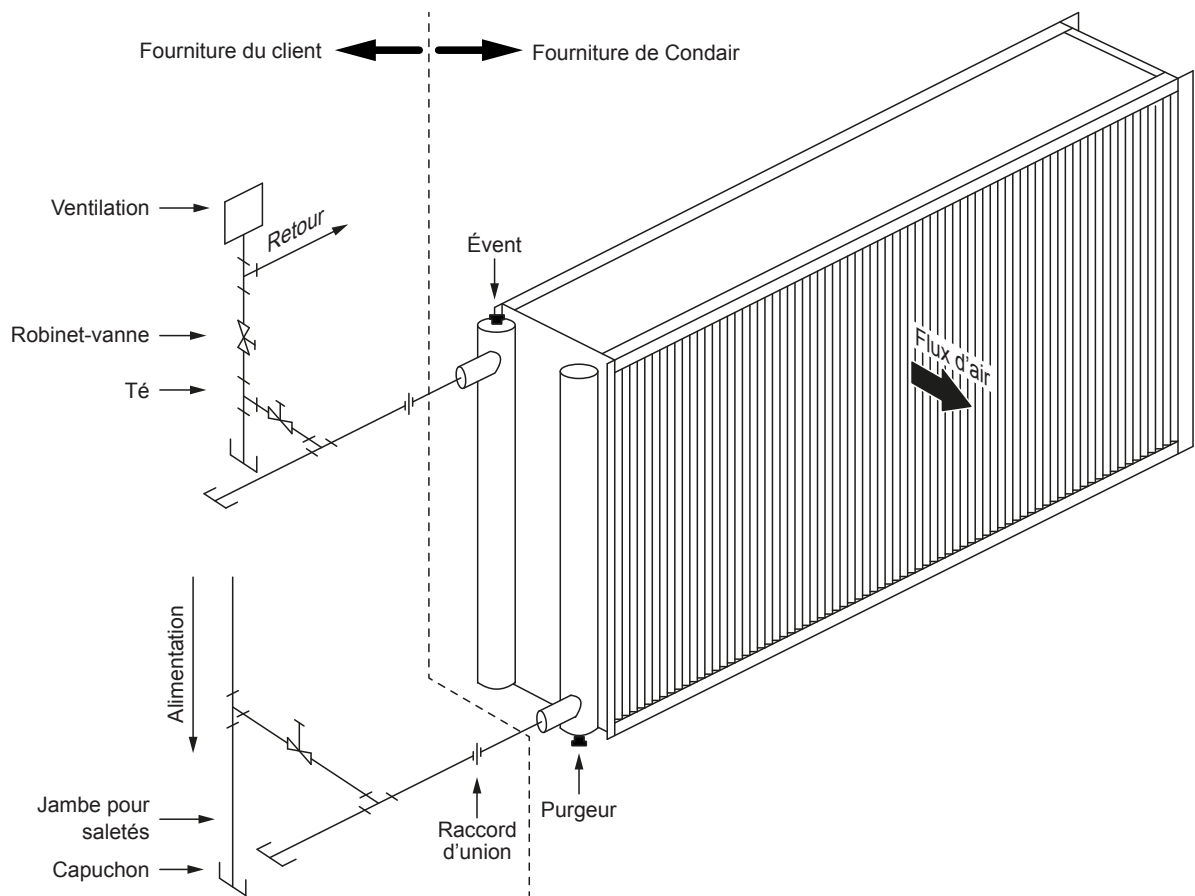

Fig. 18: Schéma de la tuyauterie du flux d'air horizontal
6. Installez le module de refroidissement conformément au schéma de tuyauterie illustré à la Fig. 18.
1. Isolez le serpentin du reste du système en fermant les vannes sur les lignes d'alimentation et de retour (voir les robinets-vannes dans Fig. 18).